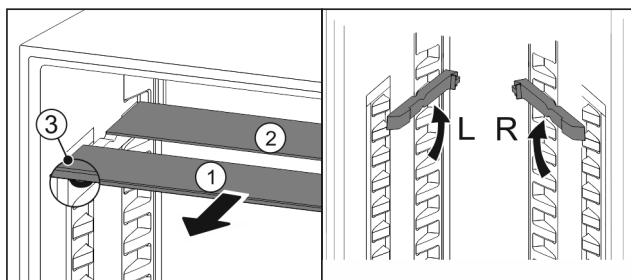

Fig. 146
- ▶ Skleněné desky jednotlivě vytáhněte dopředu Fig. 146 (1).
- ▶ Skleněná deska Fig. 146 (1) s ozdobnou lištou leží vpředu.
- ▶ Zarážky Fig. 146 (3) směřují dolů.